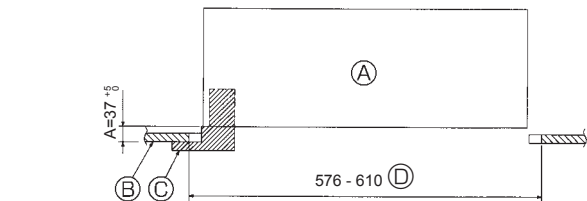

Fig. 10-2
②	Винт с шайбой	4	M5 × 0,8 × 25 (мм)
③	Лекало	1
④	Соединительный провод для приемника сигнала	1	Входит в комплект, если оснащено приемником сигнала.
⑤	Соединительный провод для датчика i-See	1	Входит в комплект, если оснащено датчиком i-See.
⑥	Зажим	2	Входит в комплект, если оснащено приемником сигнала.
⑦	Зажим	2	Входит в комплект, если оснащено датчиком i-See.
⑧	Беспроводной пульт дистанционного управления	1	Входит в комплект при наличии беспроводного пульта дистанционного управления.
⑨	Держатель пульта дистанционного управления	1	Входит в комплект при наличии беспроводного пульта дистанционного управления.
⑩	Батарейки LR6 AA	2	Входит в комплект при наличии беспроводного пульта дистанционного управления.
⑪	Шурупы-саморезы 3,5 x 16	2	Входит в комплект при наличии беспроводного пульта дистанционного управления.
10.2. Подготовка к присоединению решетки (Fig. 10-2)